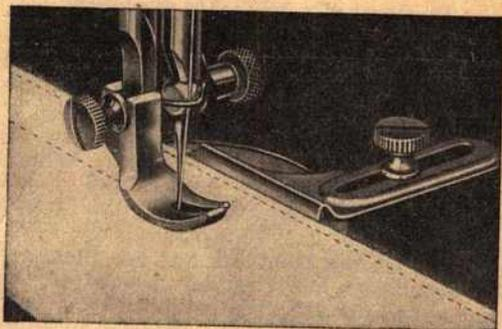

Abb. 14
Einfache Nähte werden mit dem gewöhnlichen Nähfuß genäht (Abb. 14). Auch in Verbindung mit einem anderen Apparat findet er Verwendung. Beim Nähen über dicke Quernähte ist die Anwendung des Gelenknähfußes vorteilhaft.
18. Das Lineal (Abb. 14).